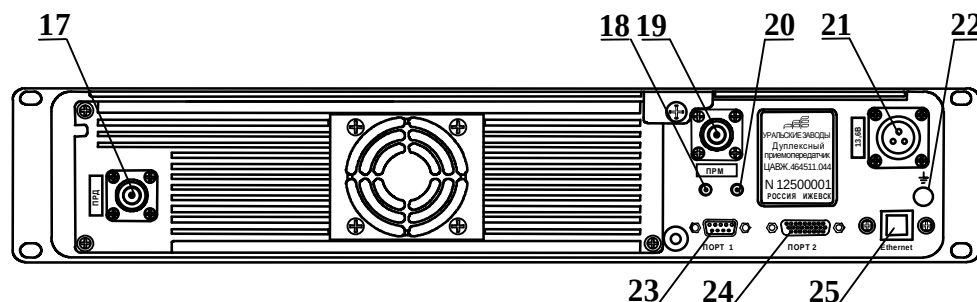

Рисунок 3
- 14) кабель заземляющий ЦАВЖ.685614.004-04, соединяющий клемму заземления ретранслятора (поз. 22 рис.3) с клеммой заземления шкафа;